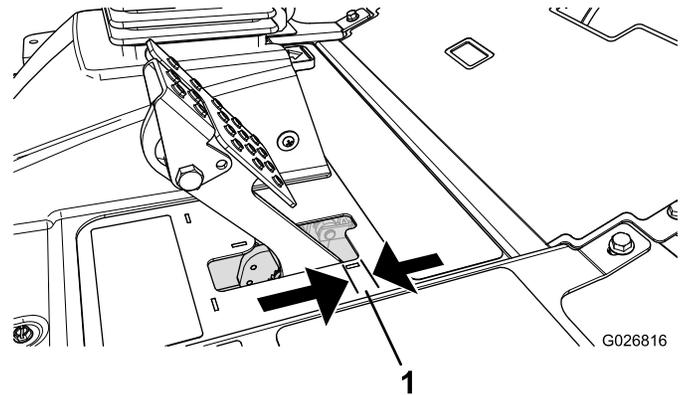

Figura 64
Regolate i freni se il pedale ha un "gioco" superiore a 2,5 cm (Figura 64), o quando è necessaria maggiore forza di tenuta. Per gioco s'intende la distanza che il pedale percorre prima che si avverta la resistenza della frenata.
2. Serrate il dado posteriore per spostare indietro il cavo, finché i pedali del freno non hanno un gioco compreso tra 0,63 e 1,27 cm (Figura 64), prima che la ruota si blocchi.